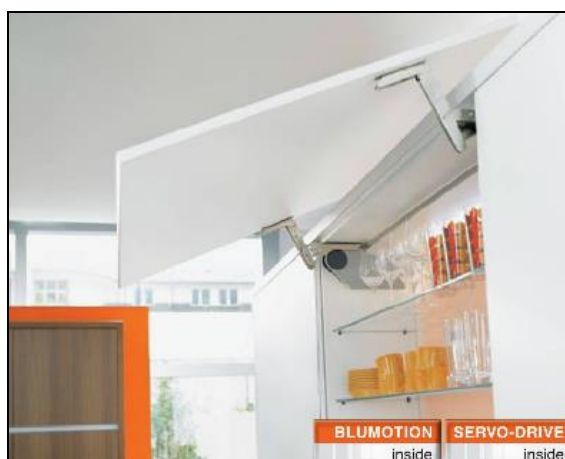

Рис. 39
- Откидной подъемник AVENTOS HS (Рис.39). Обучающий материал по установке и регулировки находится в разделе «Монтаж и регулировка» пройдя по ссылке: <http://www.blum.com/ru/ru/01/10/20/>